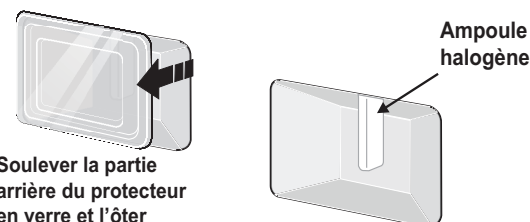

Figure 37: Protecteur de lampe (L) et ampoule halogène (R)
2. Pour retirer le protecteur en verre, tirez l'arrière du protecteur vers l'intérieur du four de manière à le soulever du côté four. Le protecteur en verre doit pouvoir facilement être retiré en poussant légèrement dessus vers l'avant du four encastré (Voir Figure 37).